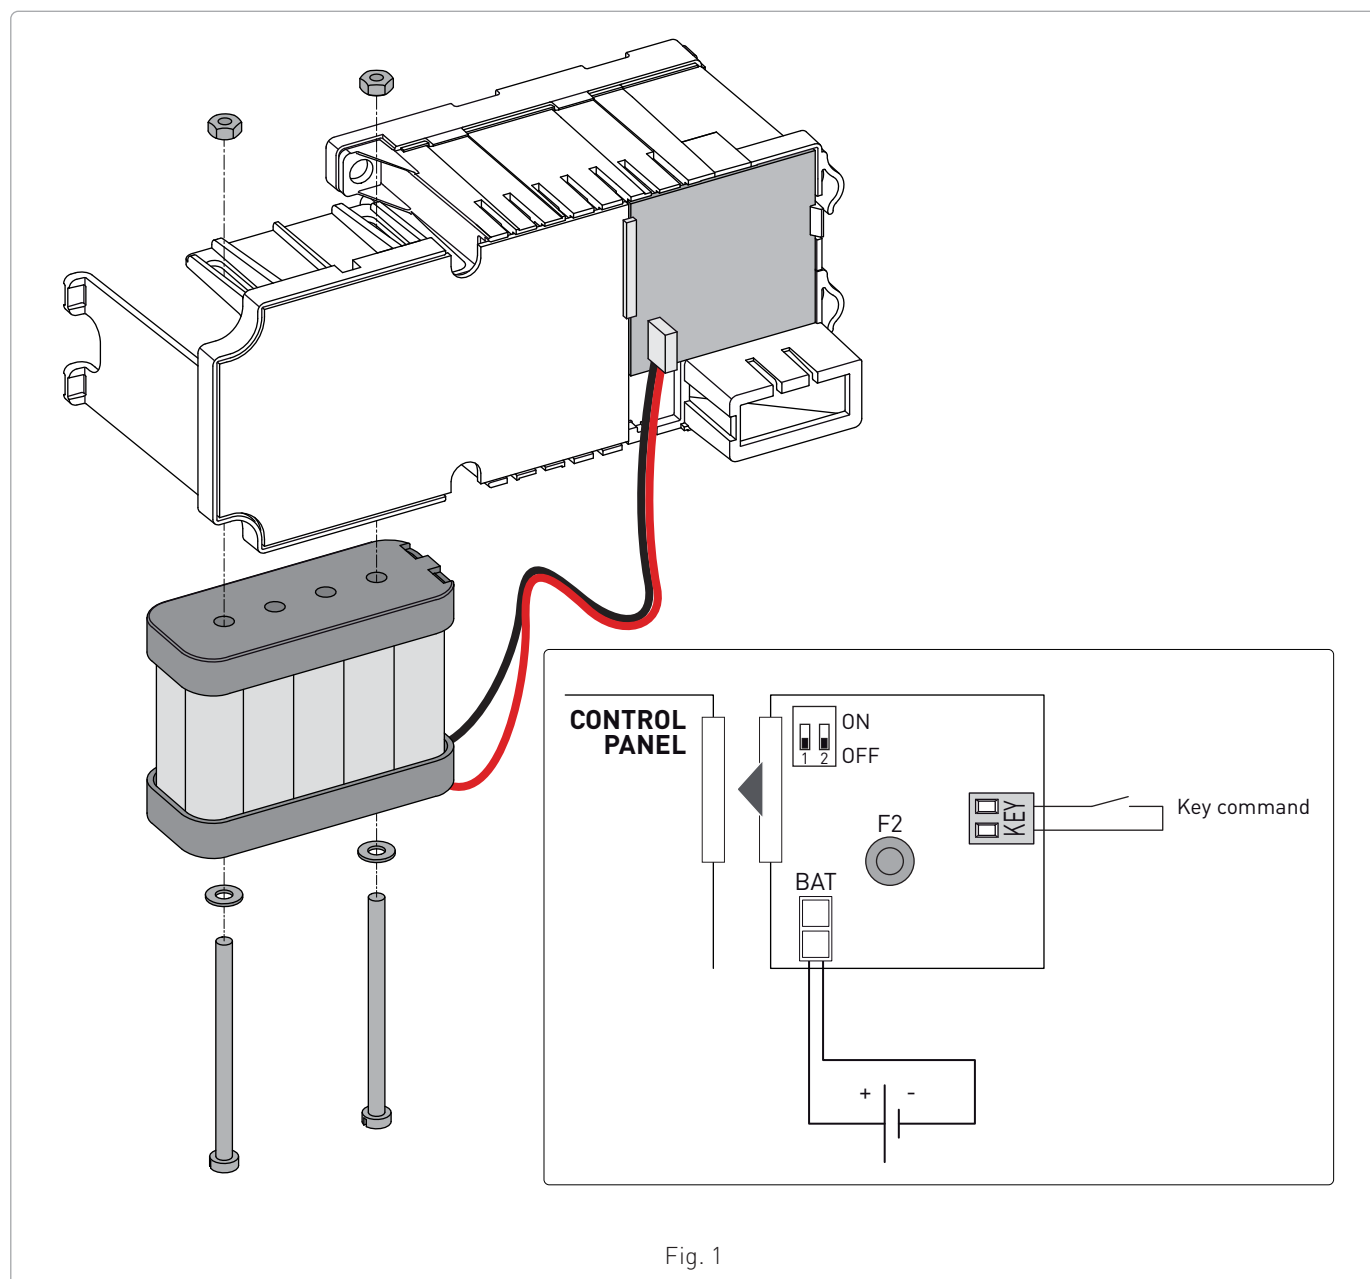

Fig. 1
- Inserire il gruppo batterie nella sede di alloggiamento e fissarlo con le viti in dotazione come indicato in fig. 1.
- Effettuare i collegamenti elettrici come indicato in fig. 1.
- Insert the battery kit into the housing and secure it using the supplied screws as shown in fig. 1.
- Make the electrical connections, as shown in fig. 1.
- Introduire le groupe de batteries dans son logement et le fixer à l'aide des vis fournies en suivant les indications de la fig. 1.
- Effectuer les raccordements électriques en suivant les indications de la fig. 1.